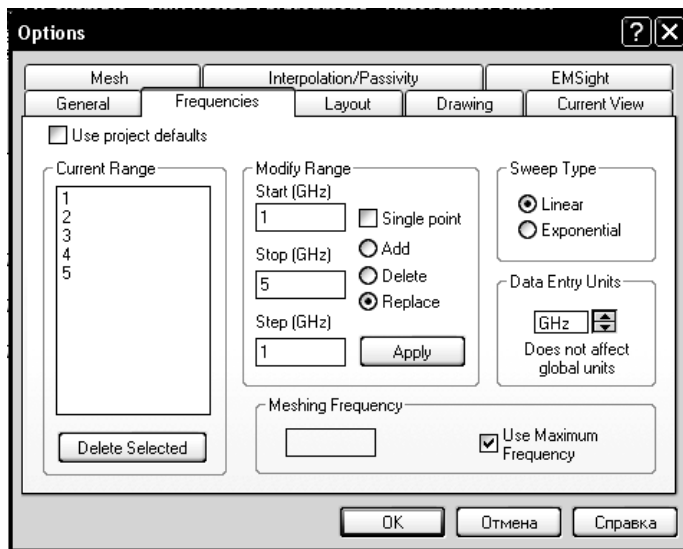

Рис. 5.20
4. Снимите галочку (если она стоит) на переключателе **Use Project Frequency** (Использовать частоты проекта), чтобы локальные частоты имели преимущество перед глобальными частотами проекта (рис. 5.20).